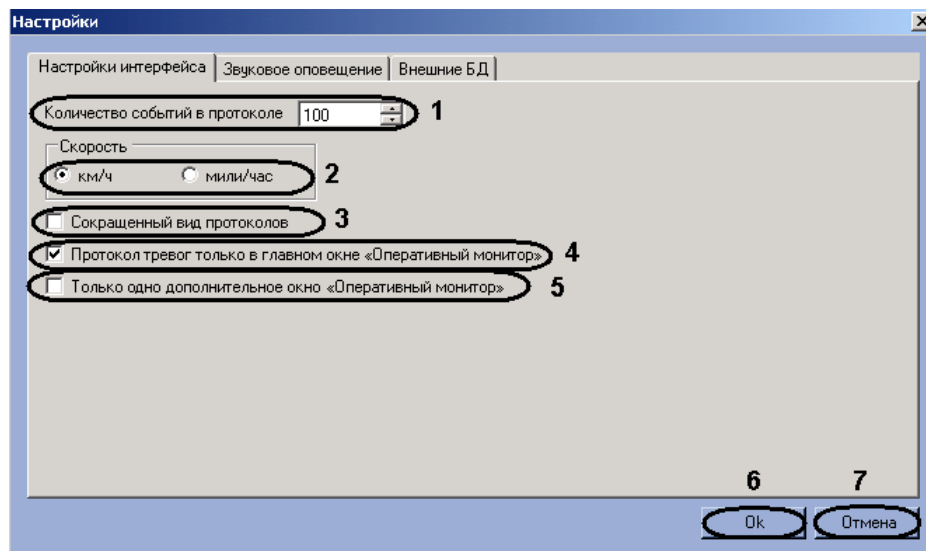

Рис. 7.9—9. Настройки интерфейса окна «Модуль обнаружения ТС»
- В поле «Количество событий в протоколе» (см. Рис. 7.9—9, 1) ввести максимальное количество событий, которое может быть отображено в каждом из протоколов компонента «Оперативный монитор». Обновление протокола, содержащего максимальное количество событий, производится по кольцу: при добавлении нового события наиболее раннее удаляется.